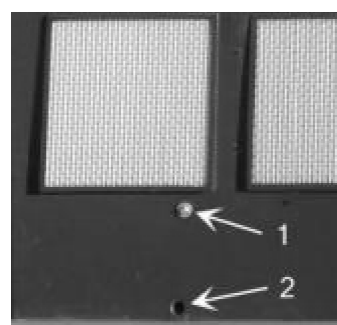

Fig. 15
- b) Take the plug out of the overflow hole (Fig 15/1), mounting it in the drain hole (Fig 15/2).
- b) Sortir le bouchon de l'orifice du déversoir (fig. 15/1) et le placer dans l'orifice de drainage (fig. 15/2).
- b) Sacar el tapón del orificio de rebosadero (fig. 15/1) y colocarlo en el de drenaje (fig. 15/2).